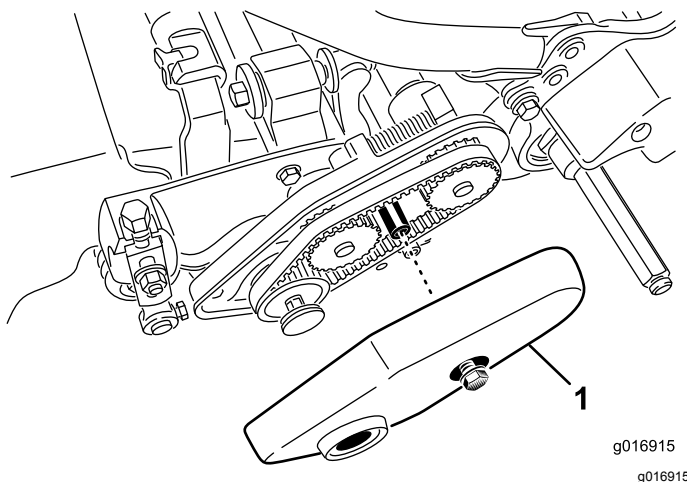

Figura 20
2. Allentate il bullone della flangia che fissa il copricinghia, e togliete il copricinghia per accedere alla cinghia (Figura 20).